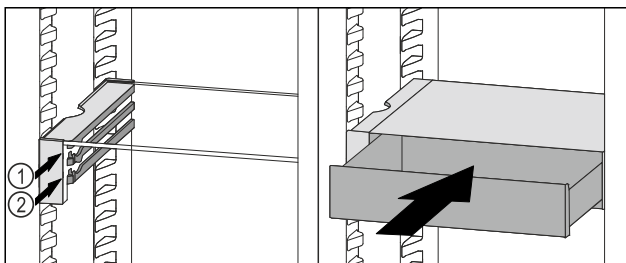

Fig. 126
- ▶ Așezați sertarul VarioSafe în spatele opritoarelor pe nervura dorită Fig. 126 (1) sau Fig. 126 (2).